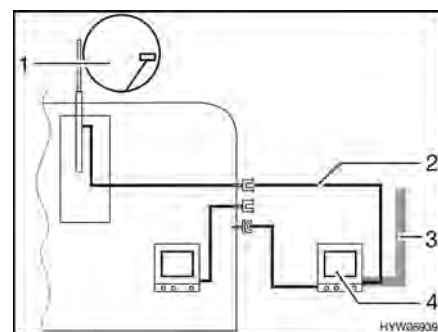

Fig. 109 TV nella tenda veranda
- TV nella tenda veranda (Fig. 109,4): Collegamento all'antenna del tetto (Fig. 109,1) con cavo di collegamento (Fig. 109,2)
- TV nella tenda veranda (Fig. 109,4): Collegamento a antenna esterna (Fig. 109,3)